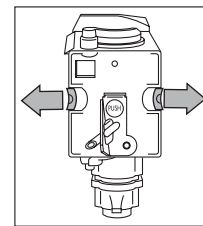

Fig. 44
- ▶ Depois de introduzida, certifique-se que os dois botões coloridos foram encaixados no lugar (Fig. 44).